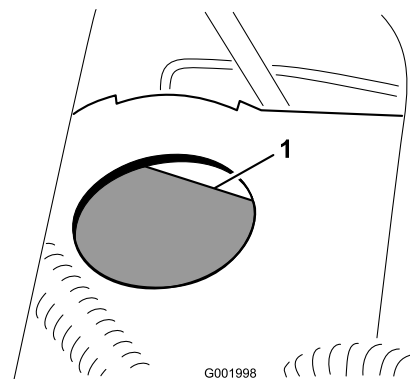

Figura 63
2. O nível do fluido deve estar ao nível da linha Full indicada no reservatório (Figura 63).